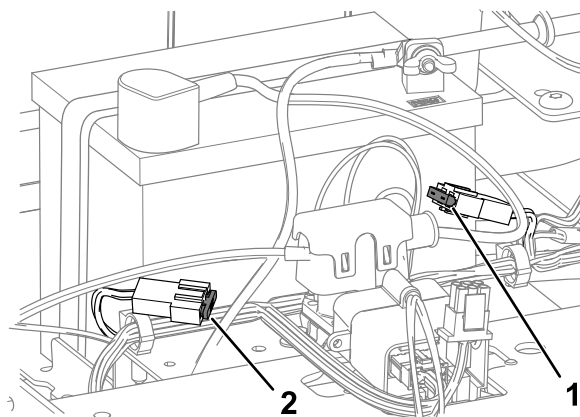

Bild 49
4. Ziehen Sie die Sicherung zum Wechseln heraus (Bild 49).